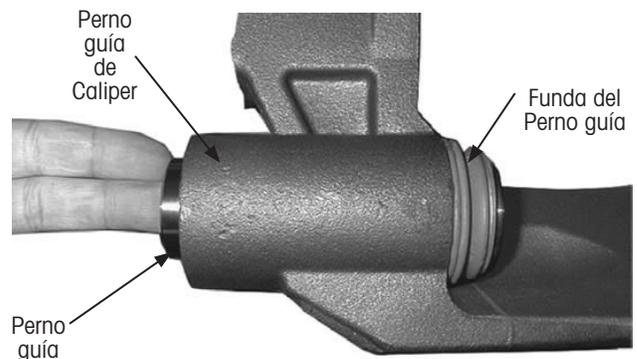

Figura 52: Remoción de pernos guía
1. **Remueva** los pernos guía del caliper de freno (Figura 52).